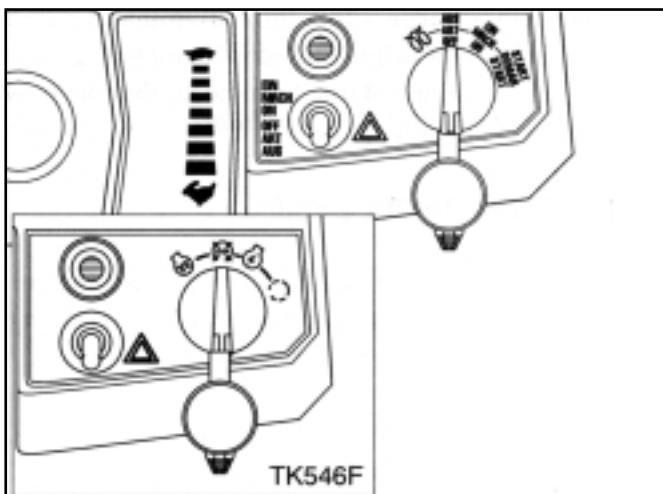

FIG. 7 / ABB. 7 / FIG. 7
Le contacteur à clé à 4 positions (Fig.7) actionne le démarreur du moteur et les bougies de préchauffage.
NOTE: La clé doit être tournée vers la position MRCH (⌚) pour que chaque circuit soit actionné. La prise de force doit être désactivée et le levier des changements de vitesse doit être au point mort avant que le moteur tourne. Ce tracteur est équipé d'un coupe-carburant électrique. Quand le contacteur (Fig. 7) est tourné vers les positions DEMAR (⌚), MRCH (⌚) ou PRECHAUFFAGE (✉) et quand le levier des changements de vitesse est au point mort, un moteur électrique passe le carburant à la pompe d'injection pour démarrer le moteur. Vous arrêtez le moteur en plaçant la clé dans la position ART.
Der Zündschalter (Abb. 7) weist vier Stellungen auf und betätigt den Anlasser sowie die Zündkerzen.
Het contactslot heeft vier standen (Fig.7) die de startmotor en de gloeibougies activeren.
OPMERKING: De contactsleutel moet op ON (④) staan vooraleer de stroomkringen aanstaan. Zet de PTO-schakelaar en de versnellingspoek in de vrijstand alvorens u de motor start. Deze tractor is uitgerust met een elektrische brandstofcontrole. Wanneer de sleutel (Fig. 7) in de START (○), ON (④) of VOORGLOEIEN-stand (□) gedraaid is en de versnellingspoek in de neutrale stand staat, wordt elektrisch
Wird der Zündschalter auf START (⌚) ; EIN (⌚) oder VORGLÜHEN (⌚) (Abb. 7) gedreht, während sich das Getriebe im Leerlauf befindet, bewegt ein Elektromotor den Verstellhebel in Betriebsstellung. Wird der Zündschalter auf AUS gedreht, bewegt der Elektromotor den Verstellhebel, um die Kraftstoffförderung und dadurch den Motor zu stoppen.